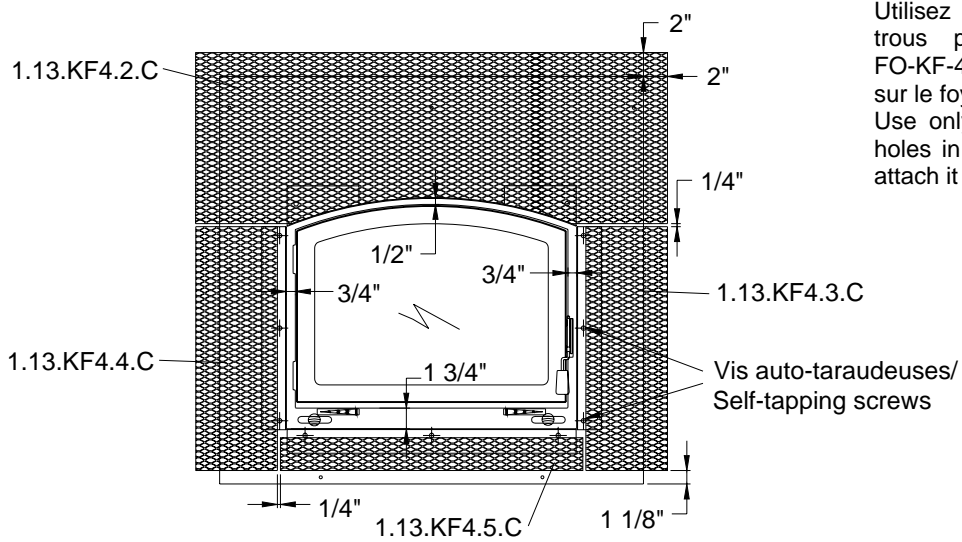

Figure 1 Installation de la trousse de retenue de façade / Installation of rock retainer kit
1. Using the self-tapping screws provided, install the top screen assembly (1.13.KF4.2.C) as shown in Figure 1.
2. Using the self-tapping screws provided, install the side screens (left 1.13.KF4.4.C and right 1.13.KF4.3.C) on each side of the doors, making sure that the edges line up with the arch above, as shown in Figure 1. It's important to install the correct part on the appropriate side: the screen is correctly installed when the expanded metal is facing upwards (look at the top screen if you aren't sure) so that it "grips" the mortar.
1. En utilisant les vis auto-taraudeuses fournies, installez le grillage du haut (1.13.KF4.2.C) tel qu'indiqué dans la Figure 1.
2. En utilisant les vis auto-taraudeuses fournies, installez les grillages de côté (gauche 1.13.KF4.4.C et droit 1.13.KF4.3.C) de chaque côté de la porte, en ajustant correctement les bordures avec la bordure arquée du haut (voir Figure 1). Faites attention d'installer la bonne pièce du bon côté, le grillage devrait faire face vers le haut afin de retenir le mortier comme pour le grillage du haut.